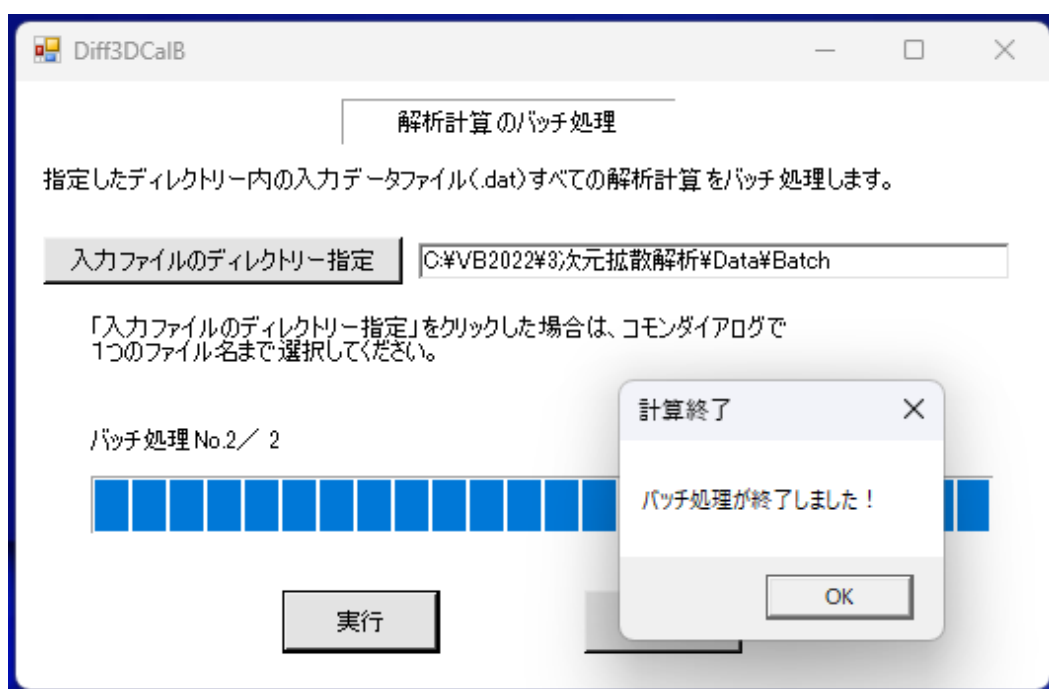

図5-18 バッチ処理の終了画面
- ③バッチ処理が完了すると、図5-18の終了画面になります。